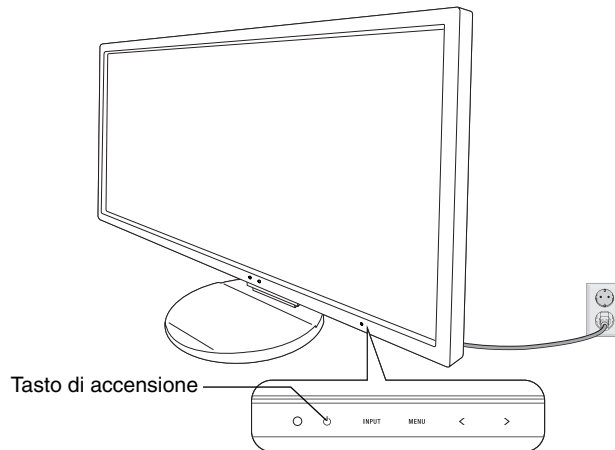

Figura E.1
8. Accendere il computer e il monitor toccando il tasto di accensione sulla cornice anteriore (**Figura E.1**).